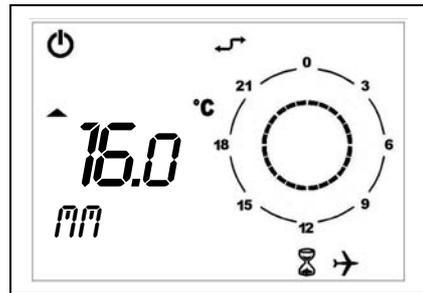

Figura 15
- Funzionamento **SPENTO TEMPORIZZATO (PROGRAMMA VACANZE)**: segnalato dalla compresenza dell'icona clessidra e dall'icona aereo (vedi Figura 15).
Per attivare il funzionamento automatico forzato è sufficiente premere i tasti **UP** o **DOWN** ed impostare la temperatura desiderata (nell'esempio 20°C). Sul display compariranno l'icona automatico e manuale (Figura 15).
- Durante l'intero periodo sul display sarà visibile il tempo rimanente (vedi Figura 15).